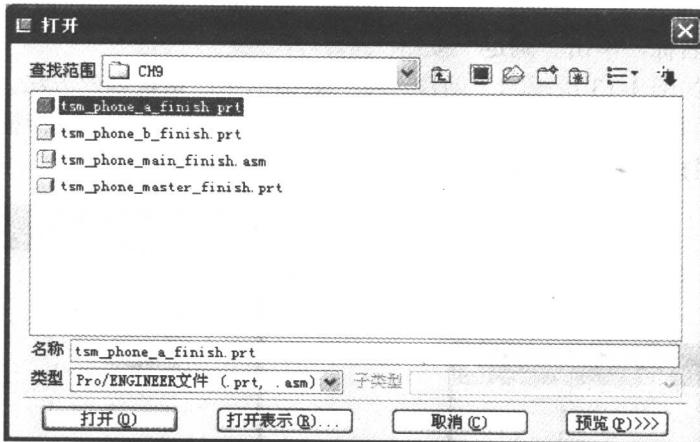

图 1-10 选择要装配的零部件
- 3) 从如图 1-10 所示的对话框中, 选择要添加到组件的元件 (零部件), 单击“打开”按钮。